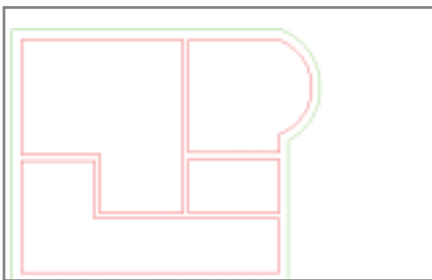

Рис. 7. Вычерчивание плана полилиниями AutoCAD
1. Пользователь вычерчивает внешние и внутренние контуры строения полилиниями AutoCAD (рис. 7).